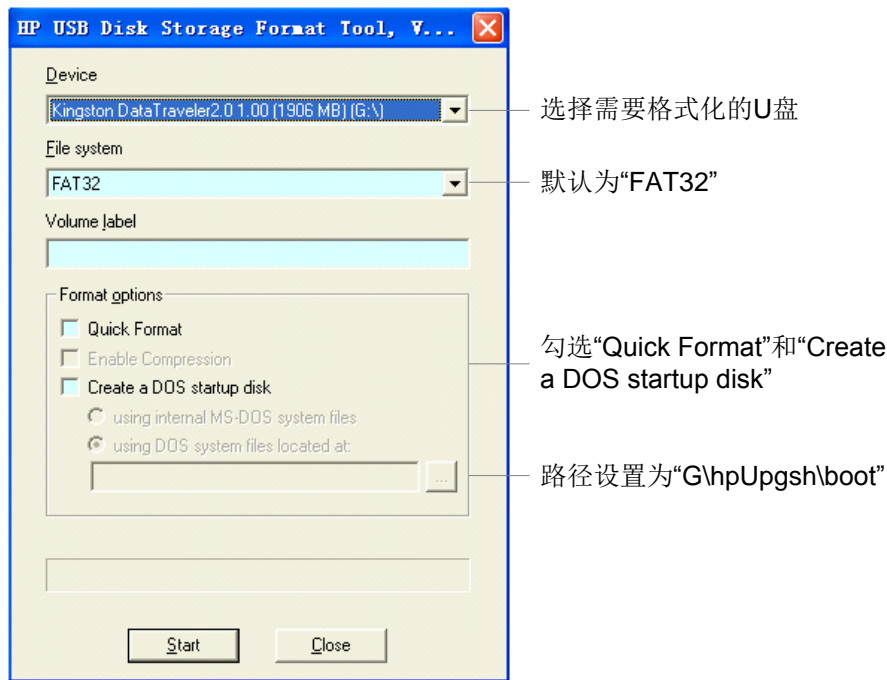

图 6-4 U 盘格式化工具
1. 将准备好的 U 盘插入电脑，在 PC 机的桌面窗口中双击“hpUpgsh”文件夹下的“HPUSBFW.EXE”，出现如图 6-4 所示界面。设置好内容后，点击<Start>开始格式化启动盘，连续两个<确定>之后，启动盘制作成功